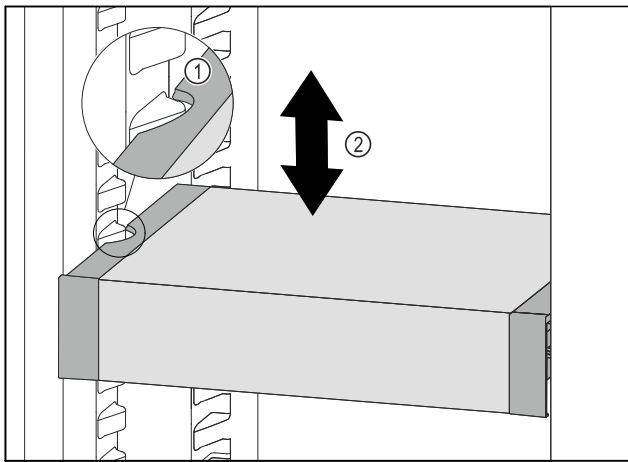

Fig. 80
- ▶ VarioSafe nach vorne ziehen, bis sich die seitlichen Aussparungen des VarioSafes auf Höhe der Behälterrippe im Kühlteil befinden. Fig. 80 (1)
- ▶ VarioSafe im Kühlteil nach oben oder unten bewegen, bis gewünschte Höhe erreicht ist. Fig. 80 (2)